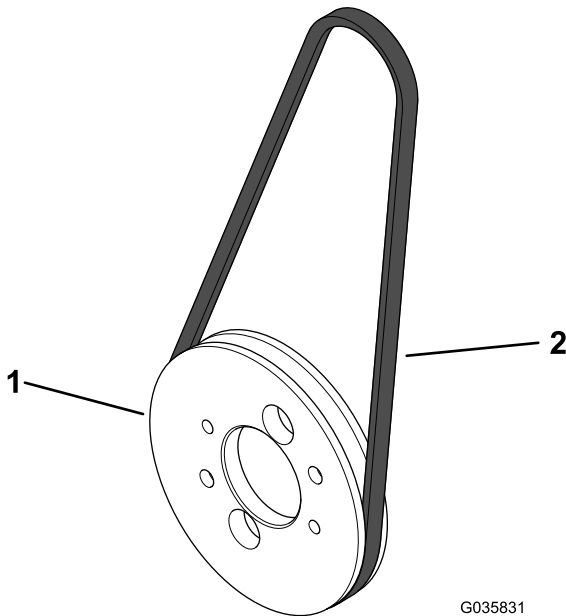

Bild 6
1. Installieren Sie den Treibriemen an der Freilaufriemenscheibe (Bild 6).